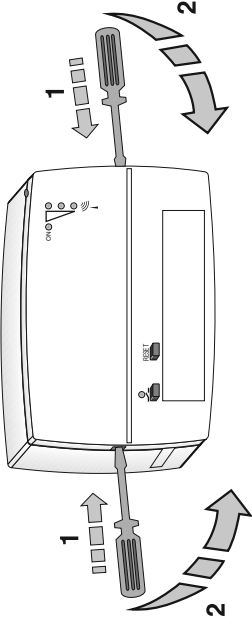

Fig. 3.i
- D'abord sur un côté puis sur l'autre, insérer un tournevis dans les feintes appropriées situées aux côtés du produit, exercer une légère pression sur le crochet de verrouillage, par une petite rotation en avant du tournevis (comme indiqué dans la figure 3.i), soulever la partie avant.